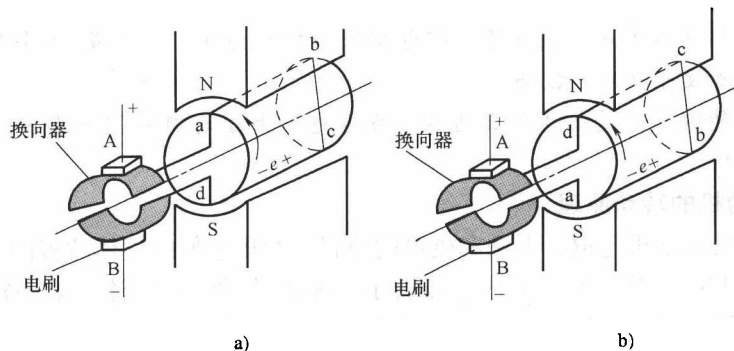

图 1-22 直流发电机发电原理示意图
1. 直流发电机的发电原理 直流发电机发电原理示意图如图 1-22 所示。线圈在图 1-22a 和图 1-22b 所示位置时, 虽然位于相同磁极下的线圈边不同, 但感应电动势方向相同, ab 和 cd 两边中的感应电动势方向由右手定则确定。由于主磁极磁场在空间呈正弦规律分布, 当线圈转到水平位置(即几何中性线上)时, 线圈中无感应电动势产生。虽然线圈中的感应电